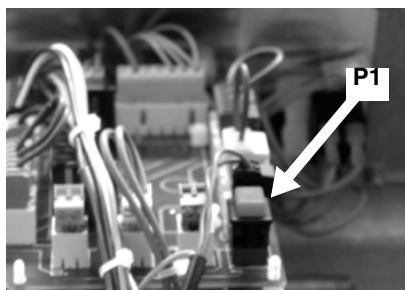

Рис. 17 - Кнопка подключения второго сопла на двухступенчатых горелках
- 10 ;когда появится пламя, нажать на кнопку **P1** (Рис. 17) на несколько секунд, для заполнения трубки второго сопла